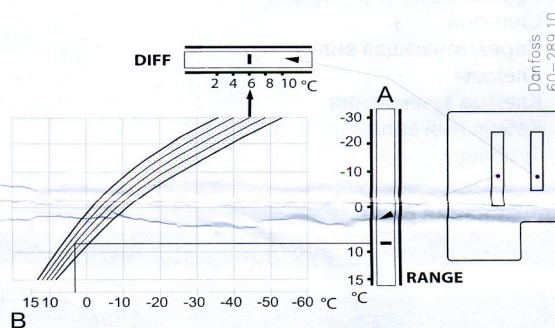

Рис. 4
* Обратите внимание, что цена деления шкалы настройки дифференциала DIFF не во всем диапазоне полностью соответствует градусам °C и меняется в зависимости от выбранного диапазона регулирования. Если вам требуется перенастроить реле, на точки срабатывания, отличные от заводских настроек используйте приведенную ниже номограмму и пример настройки Рис. 4.